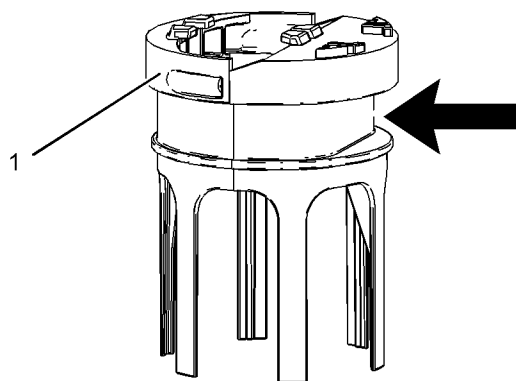

图 91
4. 拉出舌片 (5)，拆下集管盘管底部的吸油滤清器 (4)。用新的吸油滤清器进行更换。
6. 确保带夹如图 91 所示对准滤清器底座的平整部位。将带夹紧固至 $4.5 \pm 0.7 \text{ N}\cdot\text{m}$ ($40 \pm 6 \text{ lb in}$) (1)。拧紧带夹时，确保滤清器没有褶皱。